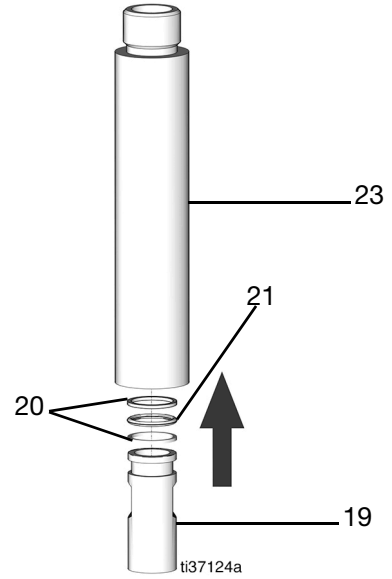

图 59
13. 用新的 O 形圈更换固定螺母 (9) 的外部 O 形圈 (28), 并稍微润滑 (图 59)。
14. 将活塞套管 (19) 放入下部泵管 (23) 中, 直到就位 (图 59)。